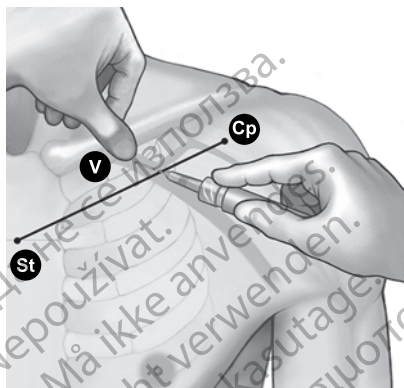

Figure 8. Emplacement du pouce et point d'entrée de l'aiguille
4. Appuyer le pouce contre l'index et déborder de 1 à 2 centimètres sous la clavicule pour protéger le muscle sous-clavier de l'aiguille (en cas d'hypertrophie manifeste du muscle pectoral, le pouce doit se projeter à environ 2 centimètres au-dessous de la clavicule car le muscle sous-clavier est sûrement lui aussi hypertrophié) (Figure 8 Emplacement du pouce et point d'entrée de l'aiguille en page 24).